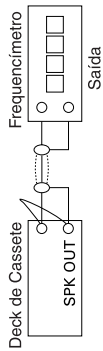

Figura 1-5
- 2) Conecte o deck de cassete ao frequencímetro como na figura 1-5.